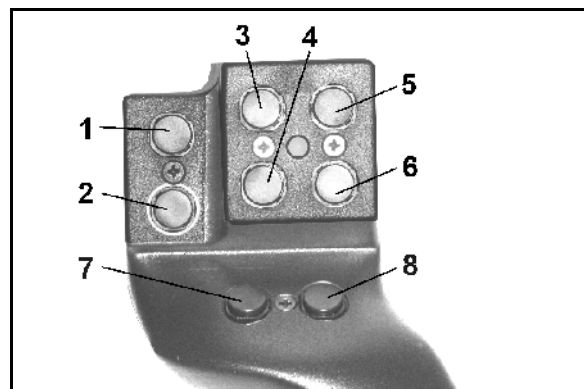
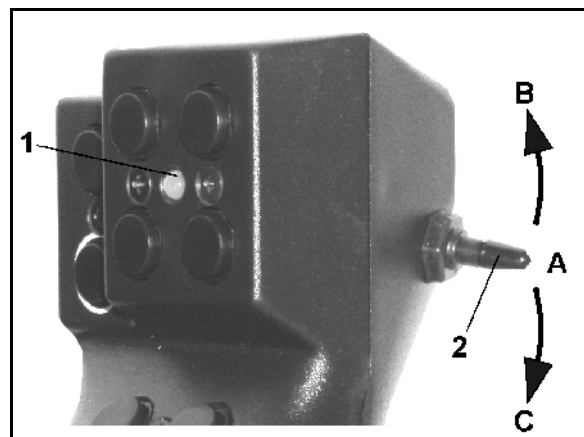

Fig. 71
Fig. 72
Para manejar el **AMATRON⁺**, el joystick multifuncional (Fig. 71) tiene 8 teclas (1 - 8) disponibles. Además, mediante el interruptor (Fig. 72/2), la ocupación de las teclas se puede cambiar en 3 sentidos.
- Posición central (Fig. 72/A) y se puede accionar hacia
- arriba (Fig. 72/B) o
- abajo (Fig. 72/C).
La posición del interruptor se muestra mediante una luz LED (Fig. 72/1).